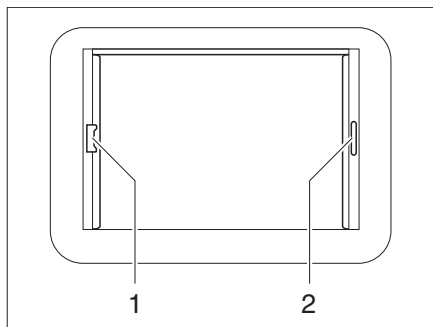

Fig. 51 Claraboya Heki, bloqueo de la persiana
- Tirar del asidero (Fig. 51,2) del estor plegable y soltarlo en la posición deseada. El estor plegable se queda fijo en esta posición.
- Tirar del asidero (Fig. 51,1) de la mosquitera enrollable hacia el asidero opuesto del estor plegable (Fig. 51,2) y hacerlos engatillar.
- Presionar el tirador de la mosquitera enrollable por la parte de atrás hacia arriba y desengancharla del estor plegable (Fig. 51,2).